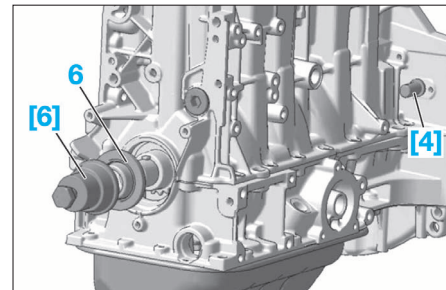

FIG. 53
- Remonter les joints de sortie de vilebrequin (6) du côté de la distribution avec l'outil [6] (Fig.53).